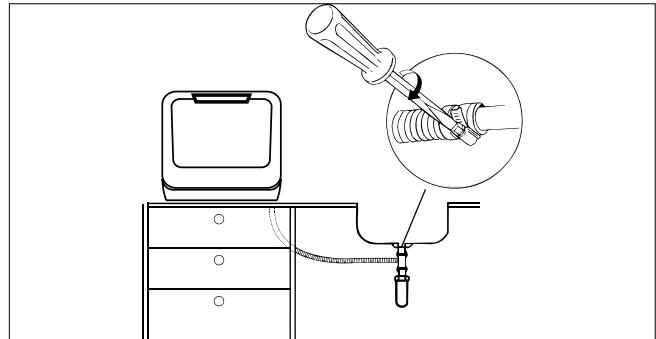

Fig. 9 – Fissaggio del tubo flessibile
- Fissare l'estremità del tubo flessibile in modo che il tubo flessibile non possa scivolare via (vedere la Fig. 9).